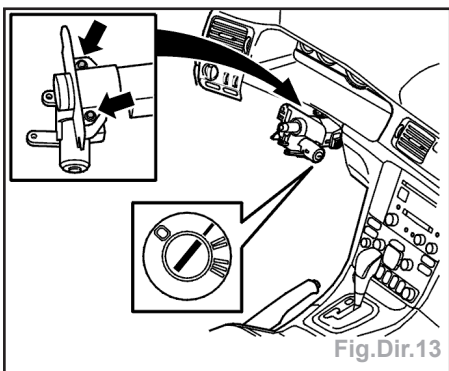

Fig.Dir.13
- Mettre la clé de contact dans le dispositif de blocage de la direction (fig.Dir.13).